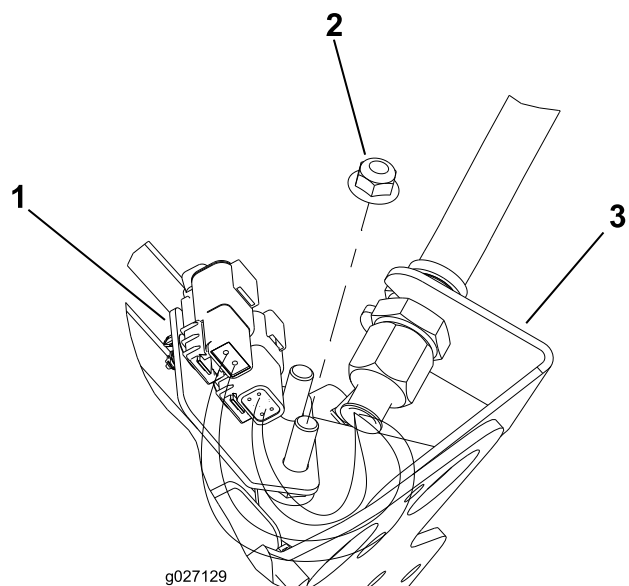
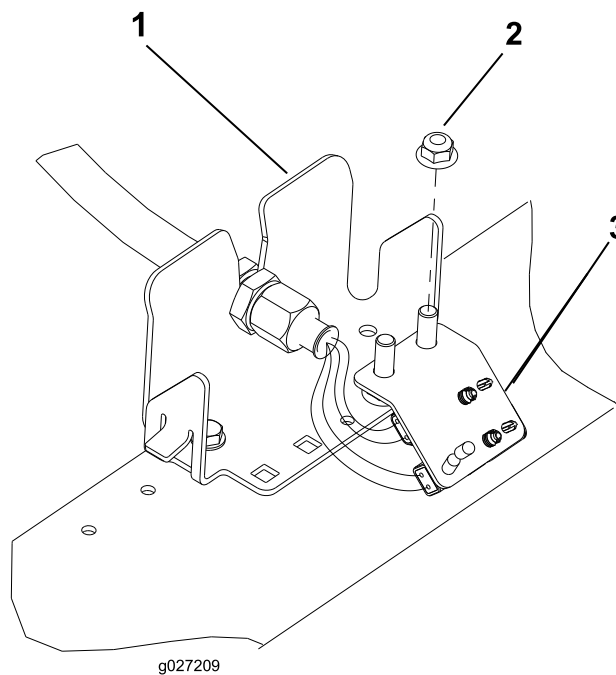

Рисунок 12
Рисунок 15
6. Повторите эти действия в остальных четырех местах перегородки, как показано на Рисунок 12–Рисунок 15.